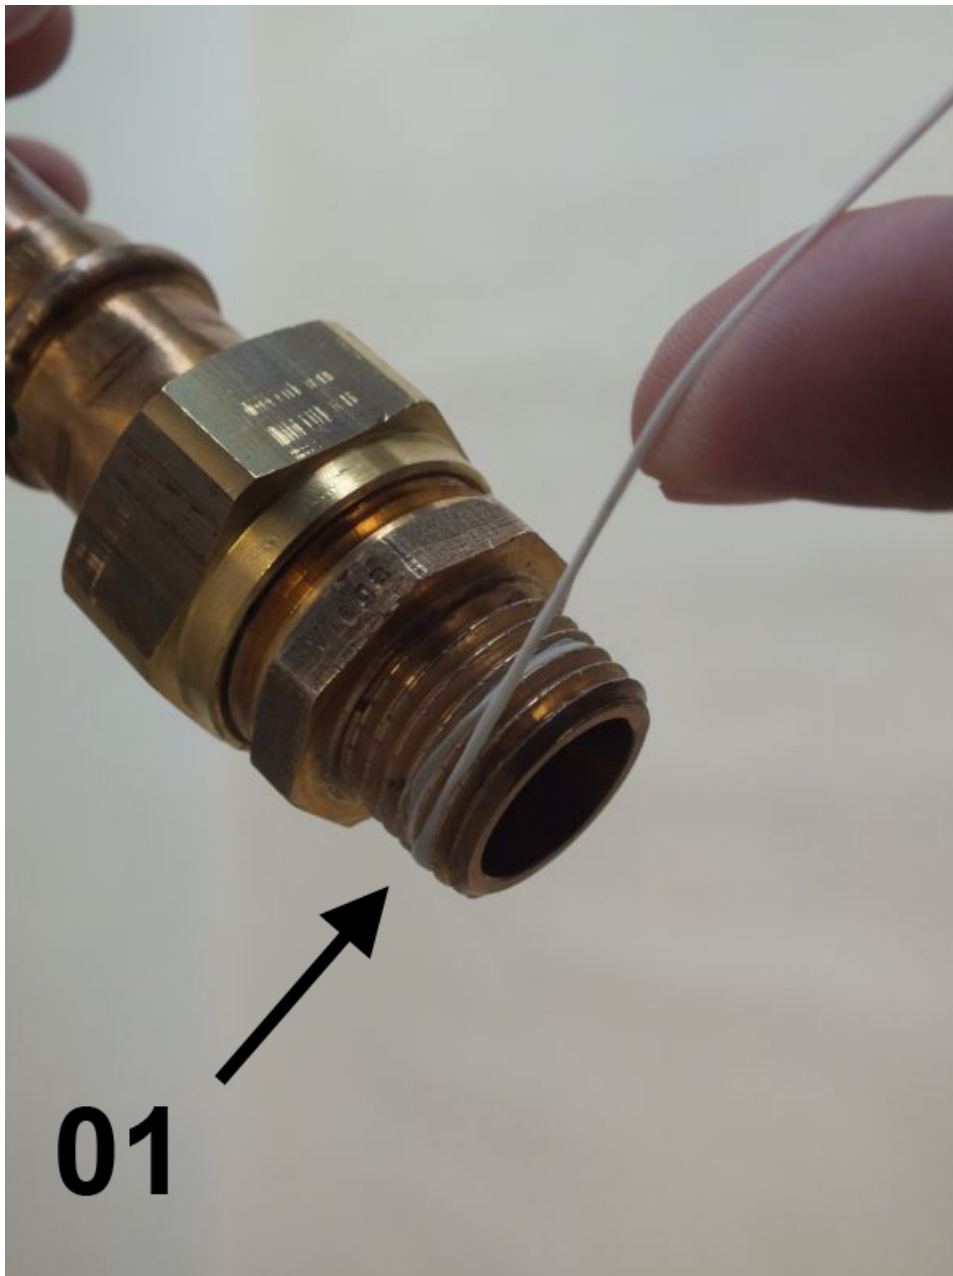

Abb. 9: Dichtfaden aufbringen
2. Dichtfaden (Abb. 9/01) in Gewinderichtung auf das aufgeraute Gewinde aufbringen, dabei Mengenangaben des Dichtmittel-Herstellers beachten